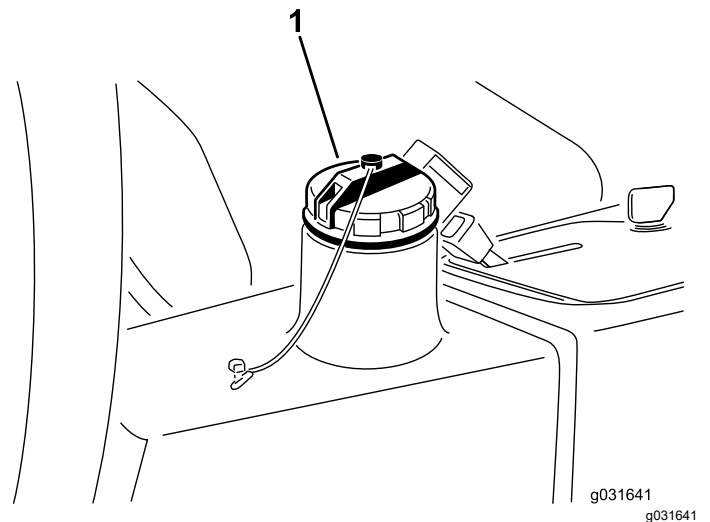

Figura 67
4. Umpleți rezervorul (Figura 67) cu aproximativ 13,2 l de ulei hidraulic; consultați **Specificaiile uleiului hidraulic** (Pagină 55) și **Verificarea nivelului de ulei hidraulic** (Pagină 55).